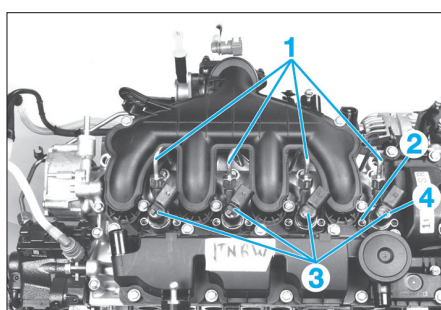

Fig. 35
- les canalisations haute pression (1) (Fig.35),